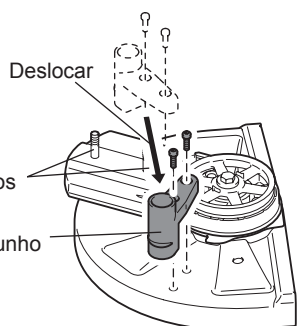

Fig. 5
- Reposicione o punho. (Fig. 5)